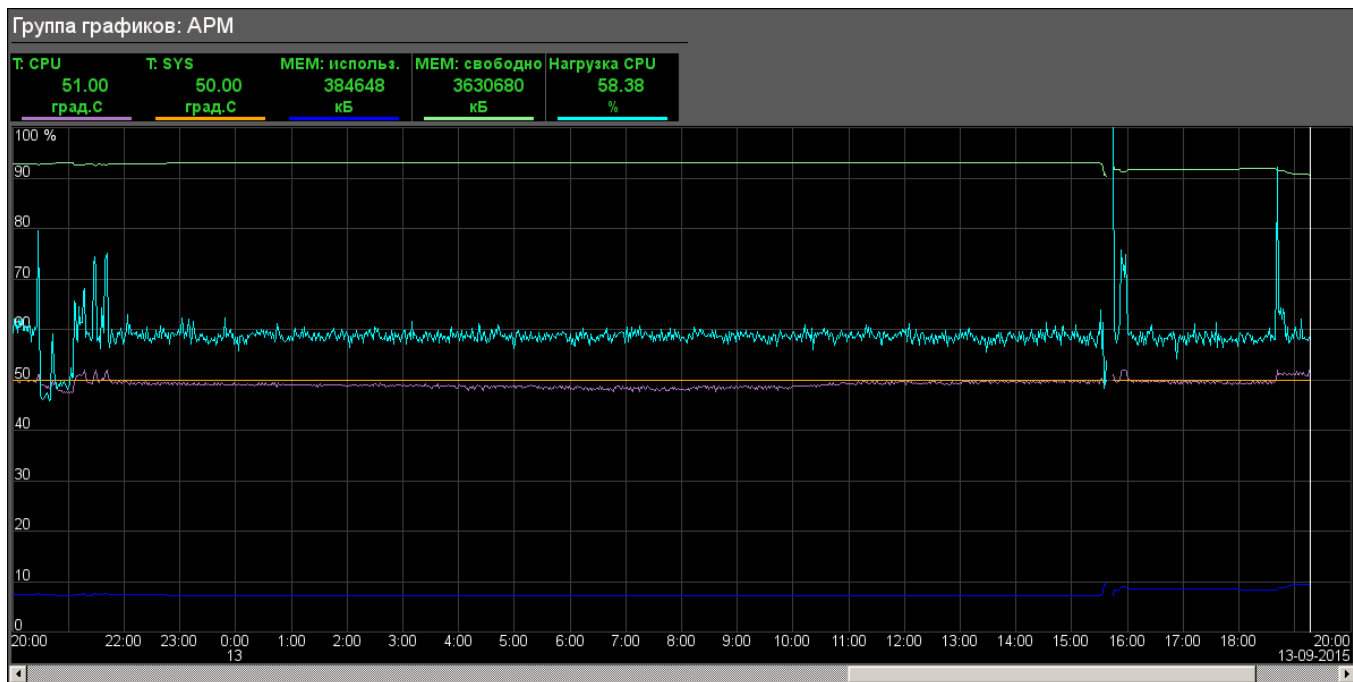
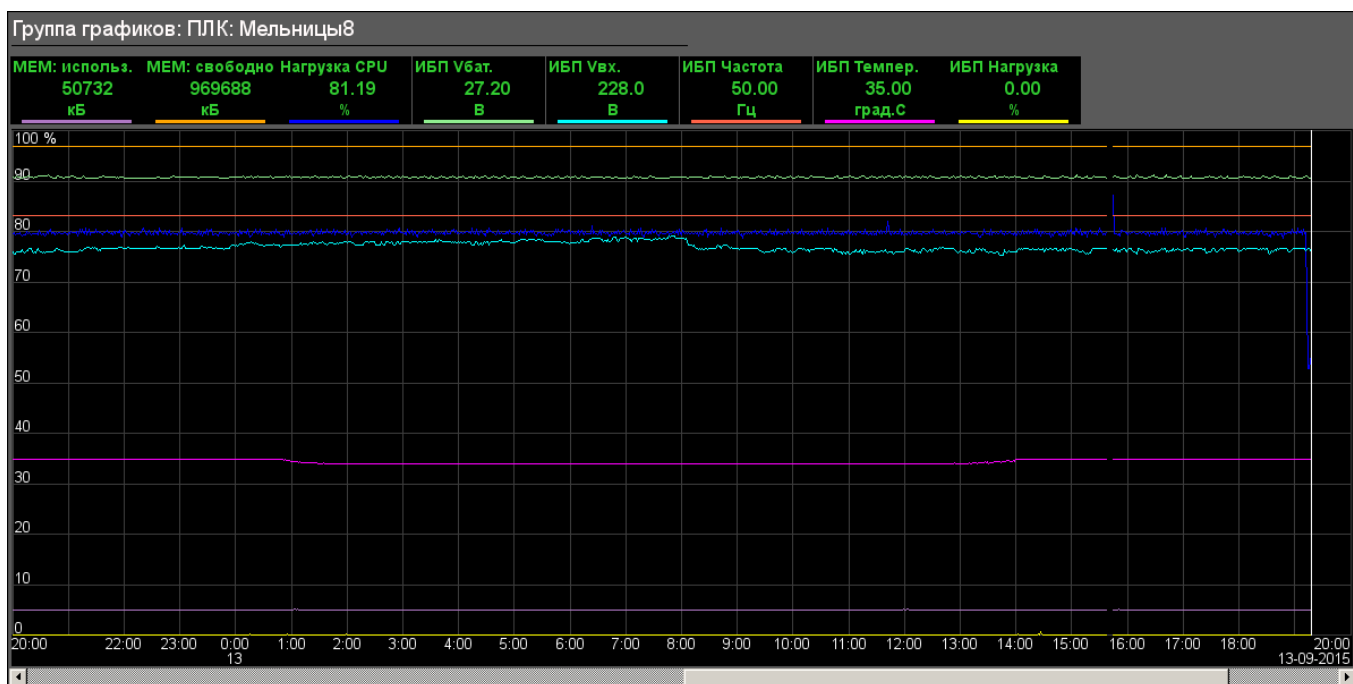

Рис. 18: Фрагмент видеокadra группы графиков «АРМ»
Рис. 19: Фрагмент видеокadra группы графиков «ПЛК: Мельницы 8»
- **Диагностика:** «АРМ» (рис.18), «ПЛК: Мельницы 7», «ПЛК: Мельницы 8» (рис.19), «ПЛК: Мельницы 9»